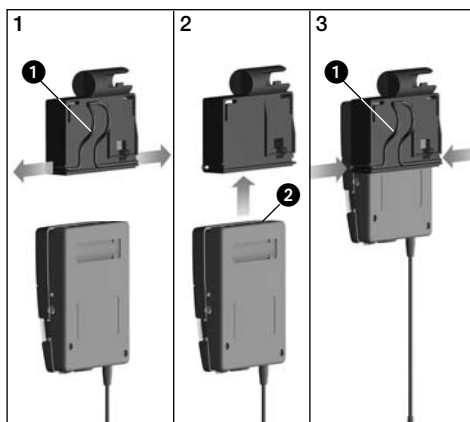

Fig. 2 : Comment fixer l'émetteur de poche sur l'adaptateur
- Voir Fig. 2.
1. Extrayez les extrémités de l'étrier (1) de l'adaptateur.
2. Enfoncez l'émetteur de poche (2) dans l'adaptateur jusqu'en butée.
3. Réintroduisez les extrémités de l'étrier (1) dans les trous de l'adaptateur. Les extrémités de l'étrier s'enclenchent dans les ouvertures du boîtier de l'émetteur qui se trouve ainsi fixé.